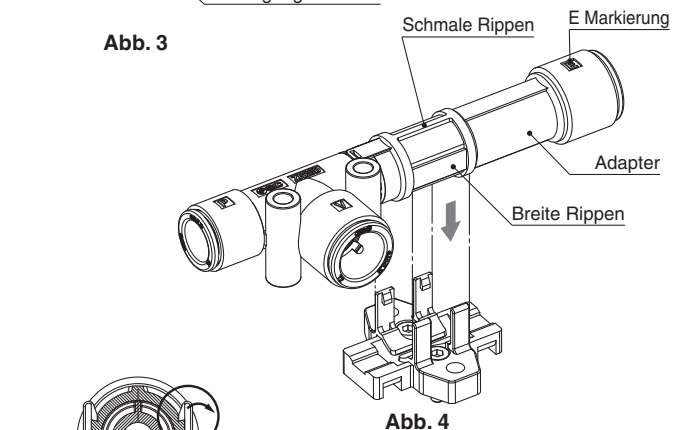

Abb. 4
- 3) Um das Produkt in der Halterung anzubringen, schieben Sie ihn nach unten, während die schmale Rippe und die E-Markierung auf dem Adapter nach oben zeigt und die breite Rippe zur Seite (Bild 4). Halten Sie den Adapter, und drehen Sie den Vakuumschluss (V) für die Einstellung.